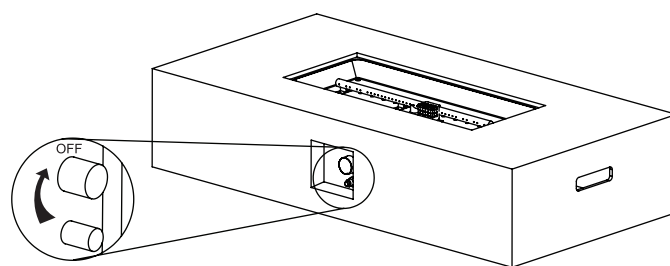

Figure 2
2. Įsitikinkite, kad dujų reguliatorius yra "OFF" padėtyje prieš tęsdami (žr. Figure 2).